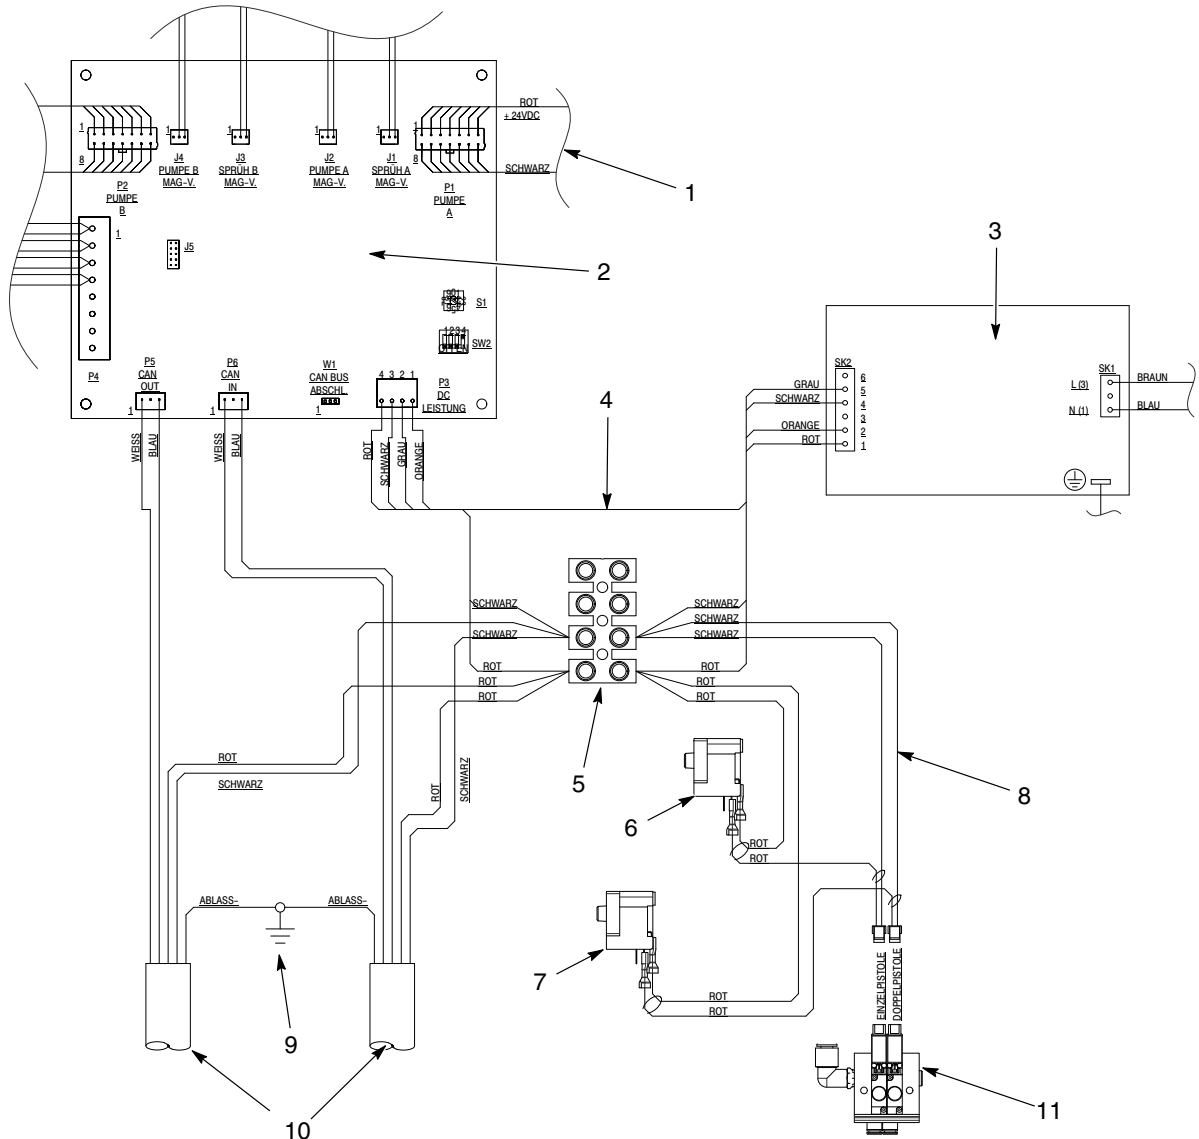

Abb. 3 Schaltplan (Abb.: System mit zwei Pistolen)
Siehe Abb. 3 zur Verkabelung.
3. Neue Kabel installieren wie in Abb. 3, Pos. 10. gezeigt.
Siehe Abb. 3, Pos. 8 zur Verkabelung.